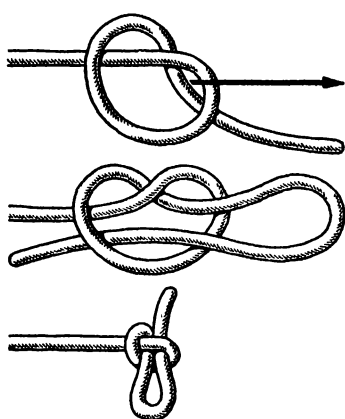

Рис. 91. Развязывающийся простой узел
**Развязывающийся простой узел** (рис. 91). Этот узел неплохо служит простейшим стопором, который можно быстро отдать даже под натяжением троса. При рывке за ходовой конец он мгновенно развяжется. Его можно применять во всех случаях, когда нужно что-нибудь временно закрепить с таким расчетом, чтобы в любую минуту можно было освободить веревку.